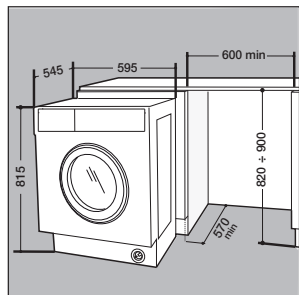

Fig. 6
- Empujar la máquina en el espacio destinado a él alineándola con los otros muebles (*fig. 6*).